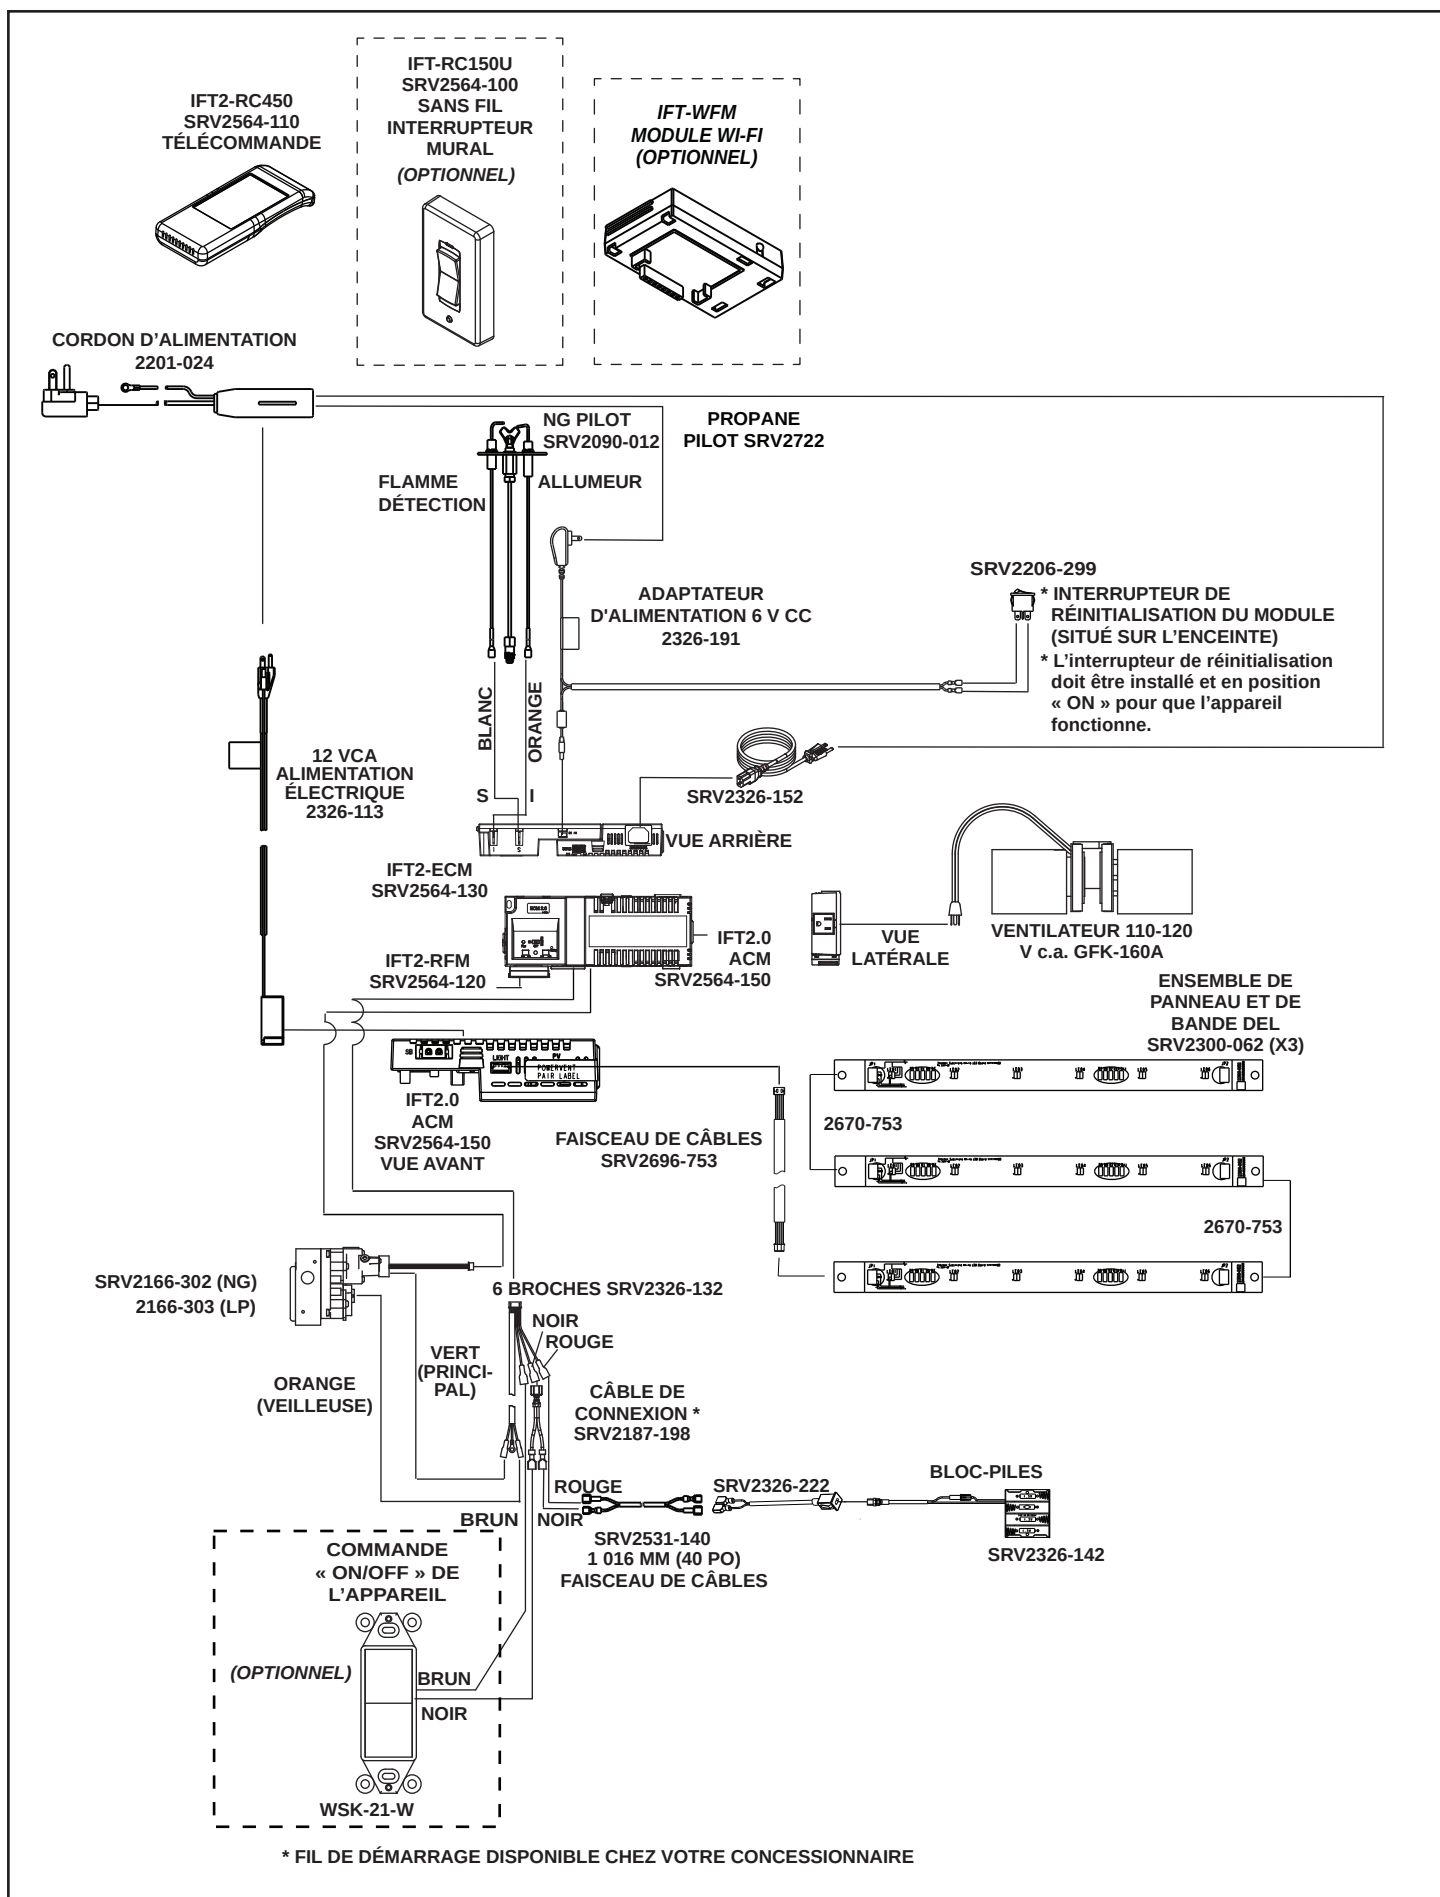

Figure 6.2 Schéma de câblage IntelliFire Touch 2.0 - RUBYP30I
- Se reporter à la figure 6.2 Schéma de câblage de l'IntelliFire Touch (IFT 2.0).
3. Réparations / remplacement du ventilateur. La figure 6.2 présente un schéma du câblage.
2. Réparations / installation du ventilateur. La figure 6.2 présente un schéma du câblage.
3. Entretien/remplacement des DEL. La figure 6.2 présente un schéma du câblage.